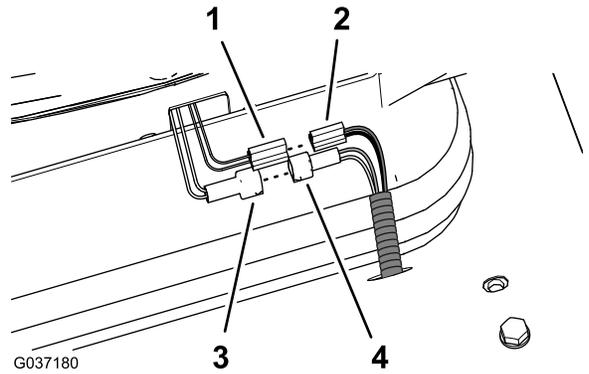

Figura 24
7. En la parte posterior del asiento, localice el conector de 2 pines del interruptor del asiento (cables amarillos y grises) y conéctelo al conector hembra de 2 vías del arnés del relé (cables blancos y negros), tal y como se muestra en la Figura 24.
- Conecte el conector hembra de 2 palas de la suspensión neumática del asiento en el conector hembra de 2 vías (cables negro y rojos) del arnés de cables del kit de 350 cm; consulte la Figura 24 en Conexión del relé y del arnés \(modelo 02750\) (página 9).